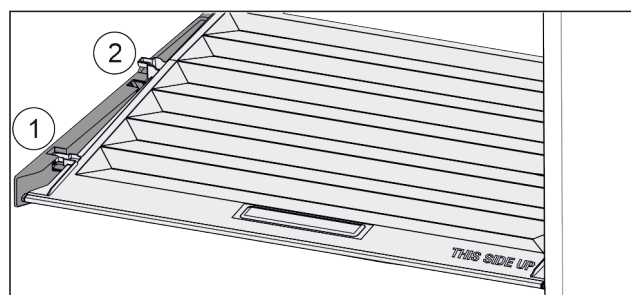

Fig. 27
- ▶ Vytáhněte víko dopředu až k otvoru v přídržných dílech Fig. 27 (1).
- ▶ Vzadu zespuďte nadzvedněte a vyjměte směrem nahoru Fig. 27 (2).